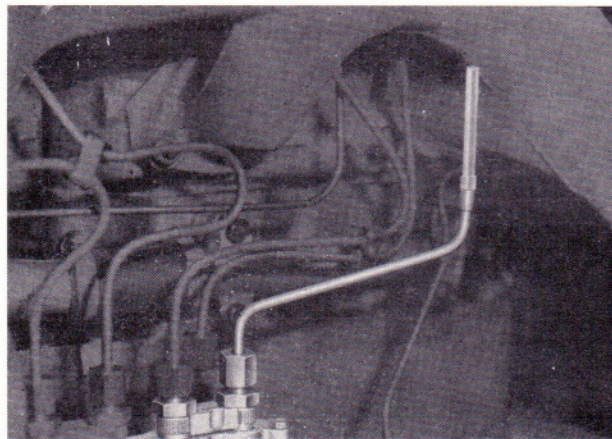

Bild 161
- An der Einspritzpumpe die Einspritzdruckleitung des ersten Zylinders trennen und das Kapillarrohr 27 98299 005 aufsetzen (Bild 161).